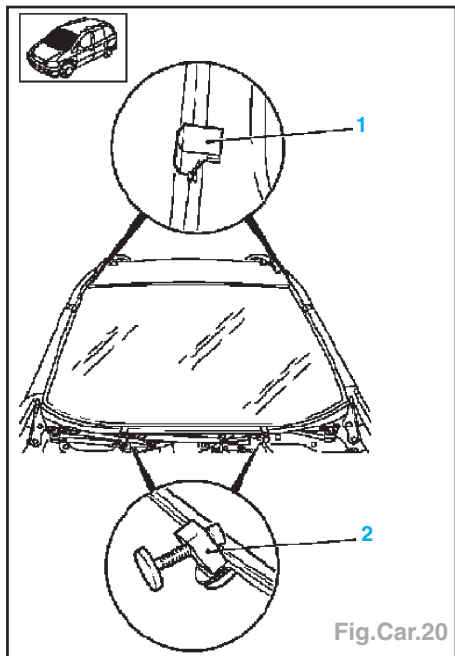

Fig.Car.20
- mettre en place l'outil de fixation KM-6053-2 (2) à l'aide d'un ruban magnétique dans les trous de logement et fixer. Introduire l'écarteur KM-6053-1 (1) avec le ruban magnétique sur les cadres de vitres latéraux entre les rivets du clip de fixation de la baguette de toit (Fig.Car.20).